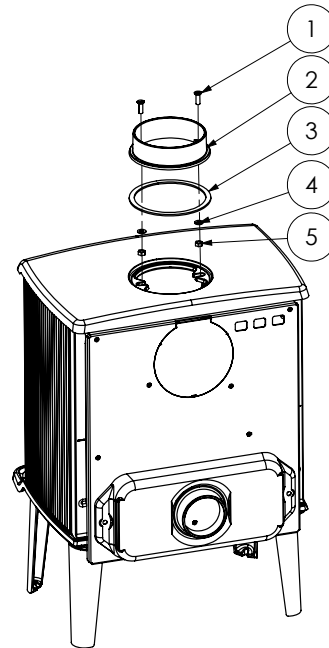

Fig. 6 Montering av røykuttak topp
4. Montering røykuttak topp fig. 6. Påfør selvklebende pakning 3 på røykstuss (2). Fest så røykstuss (2) med skruene (1), skivene (4) og mutterene (5).